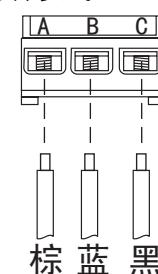

图31
- 将连接电缆如下图将头部弯折，并分别按不同颜色的线牢固的固定到接线盖板相对应的位置，紧固力矩（5kgf.cm）。（如图31）